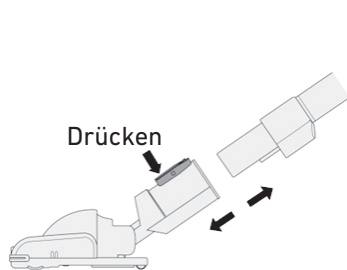

Abb. 16
2. Nimm den Bodenaufsatz vom Staubsauger ab. (Abb.16)